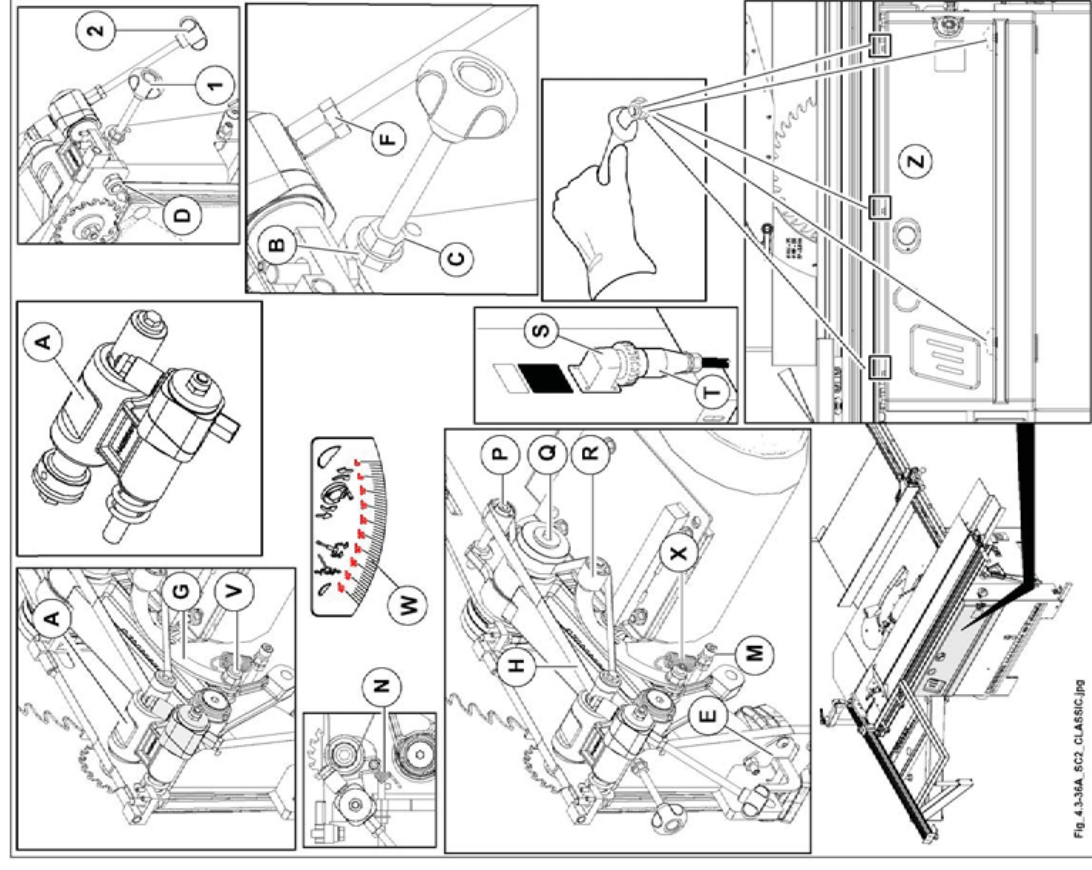

Abb. 4.3-36A
- Die vordere Verkleidung ausbauen (Z Abb. 4.3-36A).
- Das Aggregat (A Abb. 4.3-36A) auf dem Sägeblattsupport montieren.
- Die Mutter (D Abb. 4.3-36A) festziehen, um den Vorritzer zu befestigen (A Abb. 4.3-36A).
- Das Teil (E Abb. 4.3-36A) und das Schild (S Abb. 4.3-36A) ausbauen.
- Den Schraubknopf (1 Abb. 4.3-36A) für das Heben und den Schraubknopf (2 Abb. 4.3-36A) für das Verstellen montieren.
- Die Feder (N Abb. 4.3-36A) am Vorritzer montieren.
- Die Riemenscheibe (P Abb. 4.3-36A) am Sägearm montieren.
- Die Riemenscheibe (Q Abb. 4.3-36A) in die Sägegarnitur einbauen.
- Die Einheit Bügel-Riemenscheiben (Riemenspanner) (G Abb. 4.3-36A) am Sägearm montieren und mit der Schraube (V Abb. 4.3-36A) befestigen; die Schraube nicht vollständig festziehen.
- Prüfen, ob die Riemenscheiben (P Abb. 4.3-36A) und (R Abb. 4.3-36A) perfekt mit der Riemenscheibe (Q Abb. 4.3-36A) fluchten und ob Distanzstücke eingelegt werden müssen.
- Die Befestigungsschraube (M Abb. 4.3-36A) der Feder (X Abb. 4.3-36A) für die Spannung des Vorritzerriemens montieren.
- Den Riemen (H Abb. 4.3-36A) montieren. Dabei gemäß Abbildung verlegen und durchführen.
- Die vordere Abdeckung (Z Abb. 4.3-36A) wieder montieren.
- Das neue Schild (W Abb. 4.3-36A) montieren und das Teil (E Abb. 4.3-36A) wieder anbringen.
Den Schraubknopf für das Heben (1 Abb. 4.3-36A) montieren und über die Muttern (B, C Abb. 4.3-36A) wie nachstehend angegeben einstellen:
Den Schraubknopf (1 Abb. 4.3-36A) anschrauben, den Vorritzer heben, bis er 3 mm über den Arbeitsfisch vorsteht. Die Mutter (B Abb. 4.3-36A) in Anschlag mit den Sägeblattsupport bringen und mit der Scheibe und der Mutter (C Abb. 4.3-36A) befestigen.
Den Schraubknopf für das Verstellen (2 Abb. 4.3-36A) montieren und mit der Mutter (F Abb. 4.3-36A) befestigen.
die richtige Spannung des Schneiderriemens wird durch die Feder (X Abb. 4.3-36A) gewährleistet und bedarf keiner Einstellung.